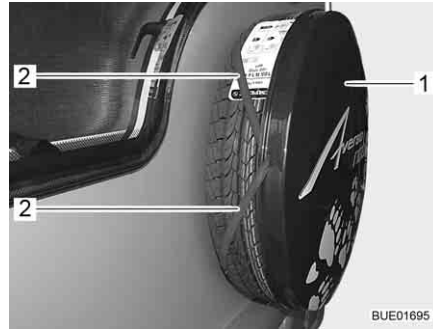

Bild 226 Abdeckplatte
- Abdeckplatte (Bild 226,1) abnehmen. Dazu die Gummibänder (Bild 226,2) vom Reifen abziehen.